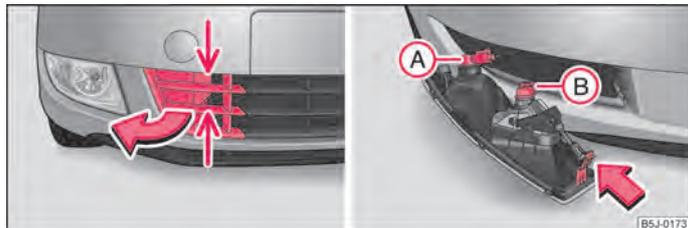

Fig. 156 Paragolpes delantero: Rejilla protectora/desmontaje del faro antiniebla
- Coger la rejilla por los puntos indicados por unas flechas ⇒ fig. 156 lado izquierdo y sacarla.
- Meter la mano en la apertura, en la que se encuentra la rejilla, y hacer presión contra la trampilla elástica ⇒ fig. 156 lado derecho.
- Girar el conector (A) con la bombilla de la luz de marcha diurna o el conector (B) con la bombilla del faro antiniebla hasta el tope hacia la izquierda y retirarlo.